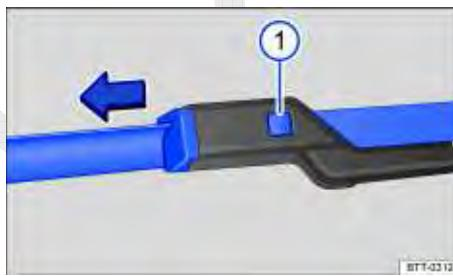

Fig. 135 Substituir as palhetas dos limpadores do para-brisa.
- Colocar a palheta em uma posição perpendicular em relação ao braço ⇒ Fig. 135.
- Manter a tecla de destravamento ⇒ Fig. 135 ① pressionada e, ao mesmo tempo, retirar a palheta dos limpadores do para-brisa no sentido da seta.